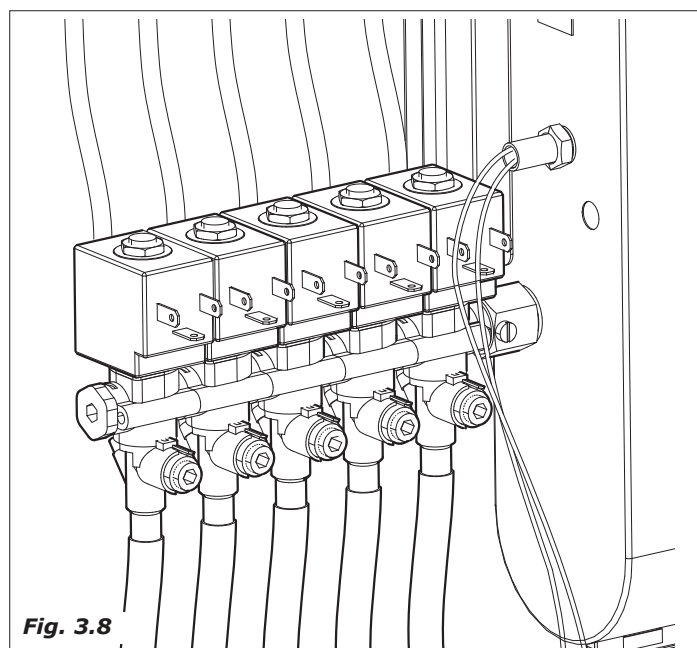
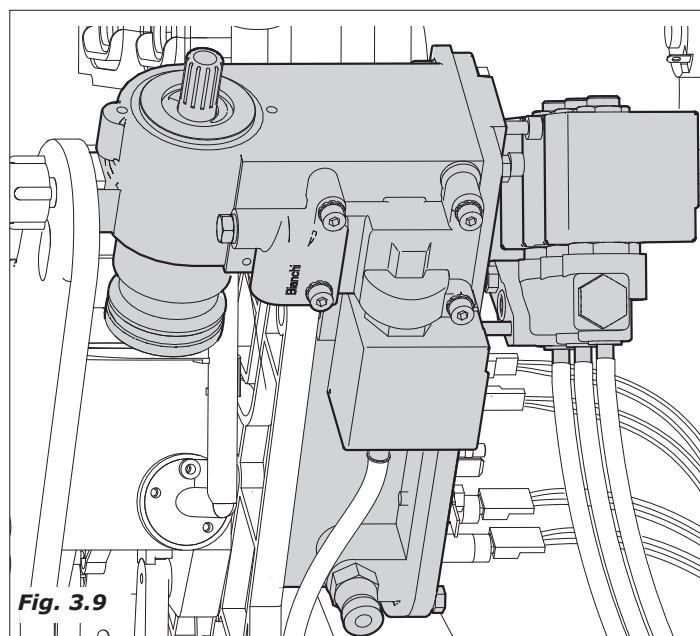

Fig. 3.8
Fig. 3.9
- L'électrovanne fixée sur la chaudière solubles (fig.3.8) ou sur la chaudière café (fig.3.9) est activée pour introduire dans le mixer la quantité d'eau programmée.